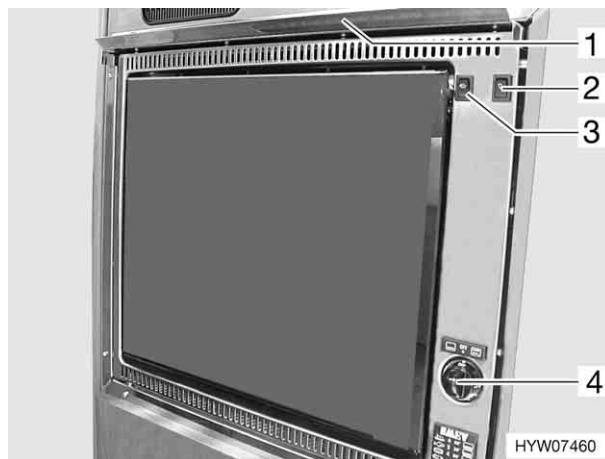

Fig. 94 Forno a gas
- Posizionare il pomello girevole (Fig. 94,4) sulla posizione forno  o girarrosto .
- Girare il pomello girevole (Fig. 94,4) in posizione "off".
- ▶ Durante l'uso del grill tirare fuori la bandella di protezione (Fig. 94,1) e lasciare sempre lo sportello del forno aperto fino a metà corsa.
- ▶ Il motore del girarrosto può essere messo in funzione usando l'interruttore a bilico (Fig. 94,3) sia selezionando la funzione "Cottura" sia la funzione "Grill".